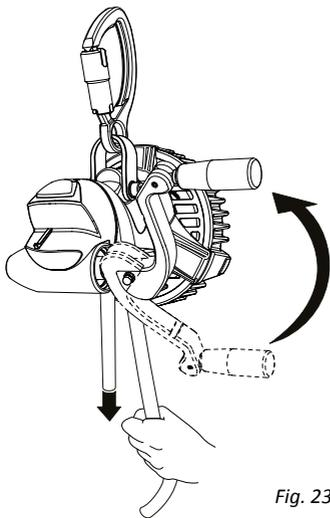
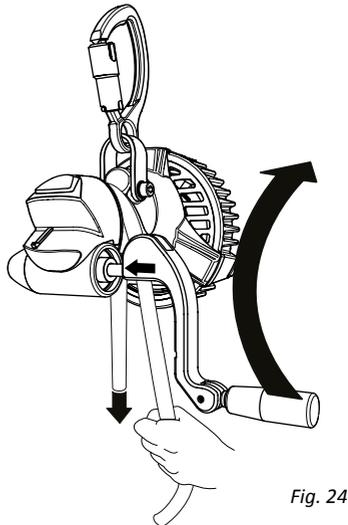
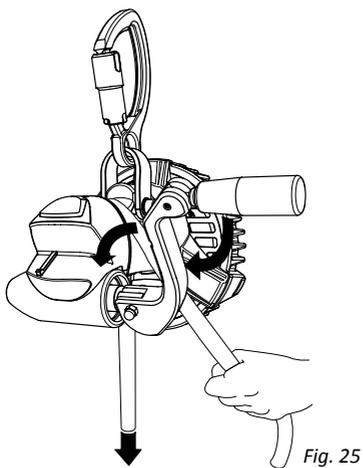

Fig. 23
Fig. 24
Fig. 25
6. Fold håndsvinget op (fig. 23), og drej ved behov med uret (fig. 24), indtil håndsvinget kan foldes tilbage (fig. 25 og 26) til linebremseposition.